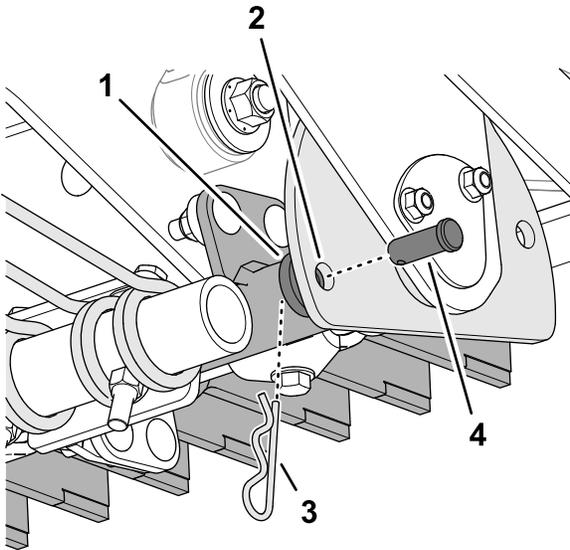

図 36
3. マルチツールアームを角度選択プレートに固定しているヘアピンとクレビスピンを外す 図 36。